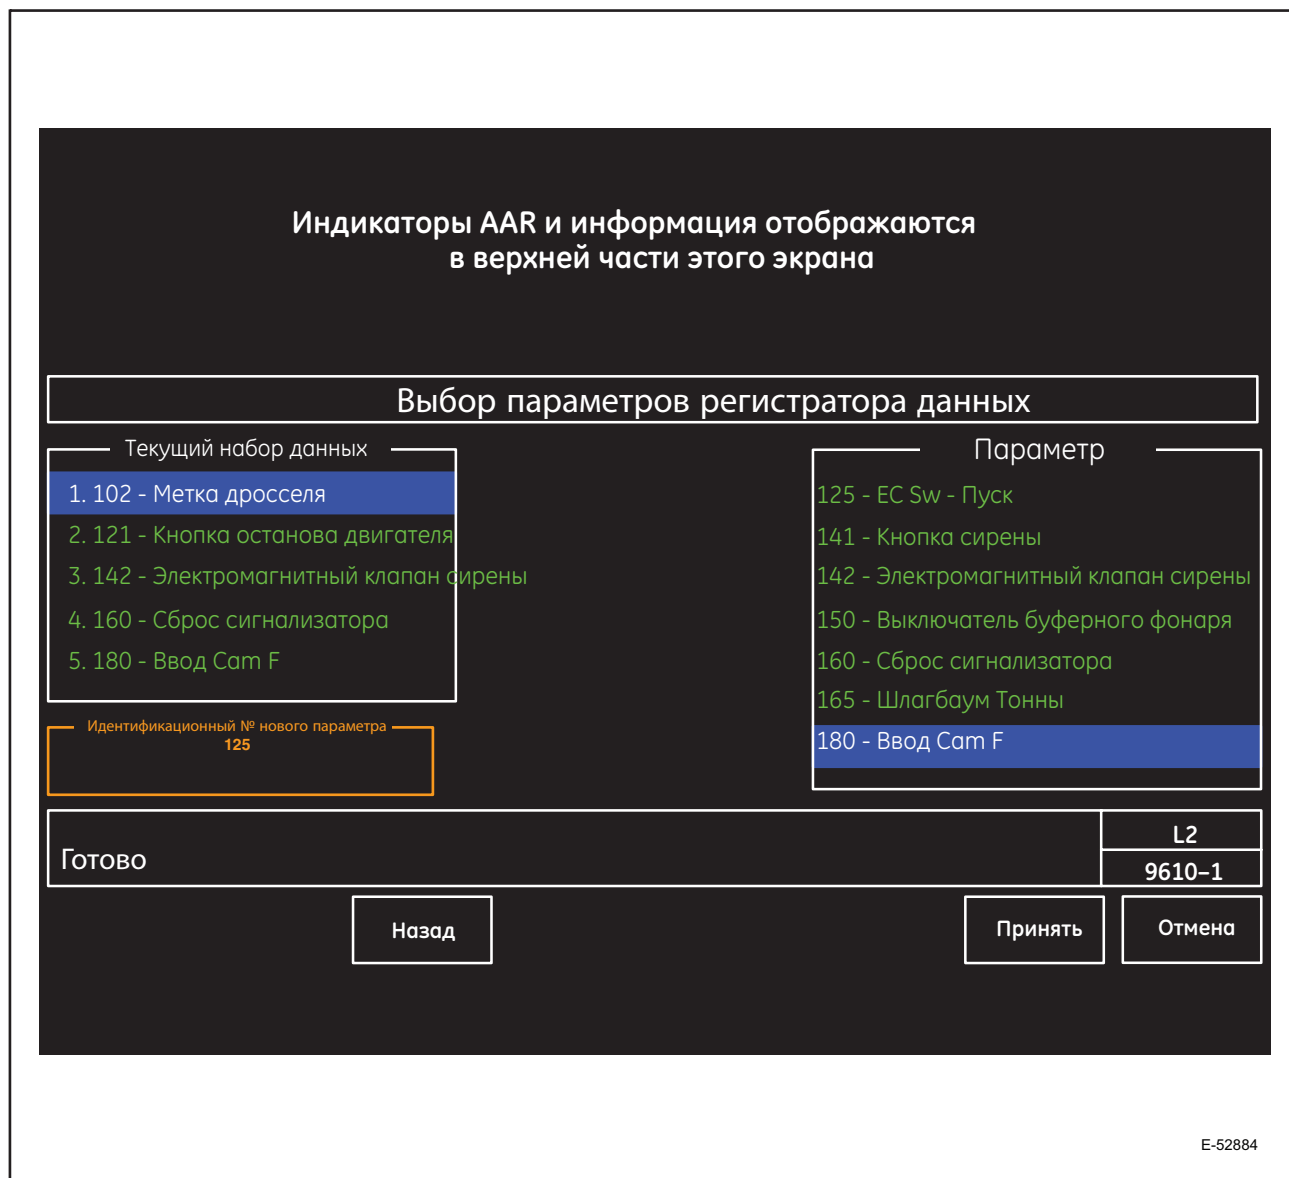

Рисунок 55. Экран подтверждения выбора параметров регистратора данных (9610-0)
14. Сенсорная клавиша 8 (**Save Setup**) (Сохранить настройки) - отображает экран подтверждения выбора параметров регистратора данных (9610-1), Рисунок 55).